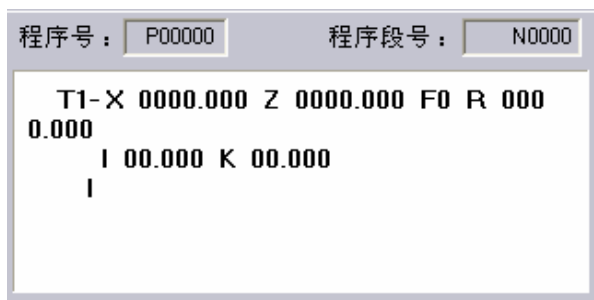

图 2.5 修改刀偏
- 3) 按  键。此时, 所需的刀具偏置值将显示在屏幕上, 如图 2.5 所示。